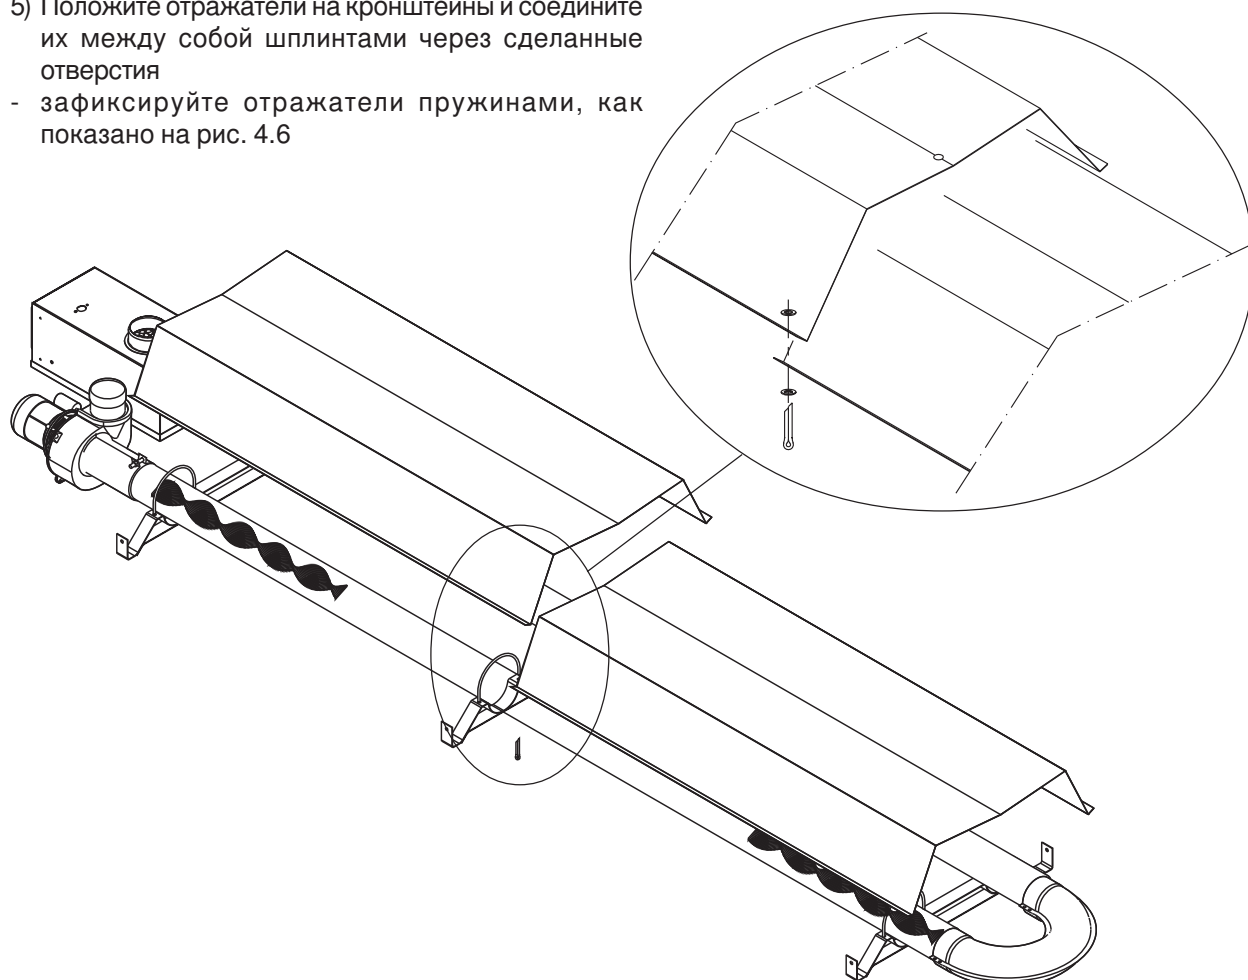

Рис. 4.6
- зафиксируйте отражатели пружинами, как показано на рис. 4.6